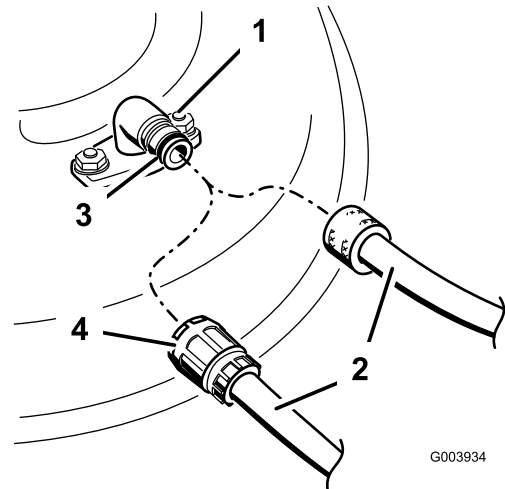

Figura 55
3. Conecte el acoplamiento de la manguera al extremo del conector de lavado del cortacésped, y abra el grifo al máximo (Figura 55).